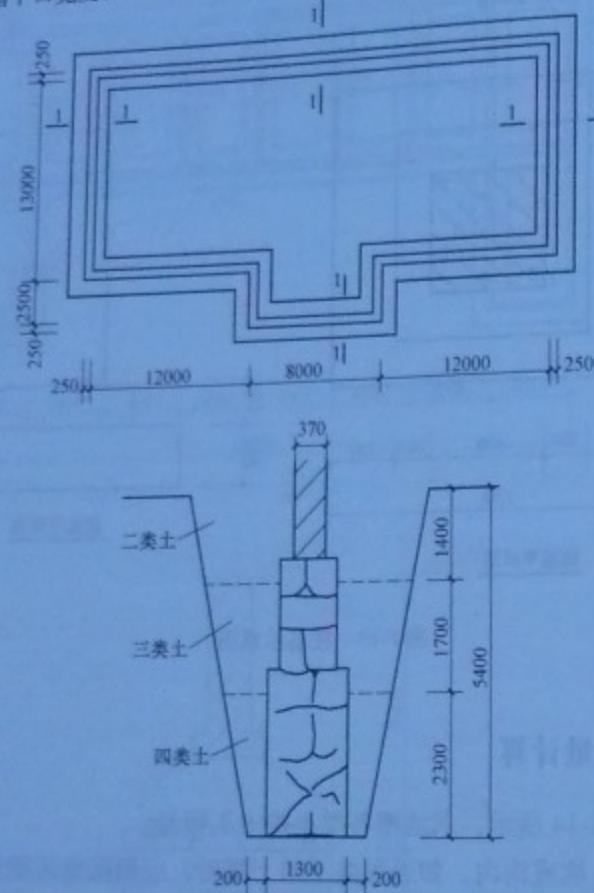

图 1-14 某地槽示意图
**【例 1-14】** 如图 1-14 所示, 求地槽各类土挖土工程量。